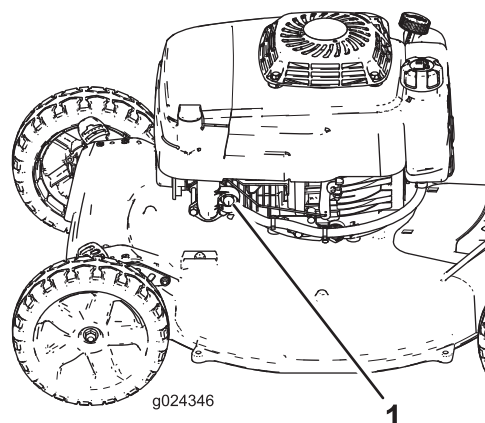

Figura 15
2. Apriete el cebador firmemente (Figura 15), manteniendo presionada la perilla durante un segundo.